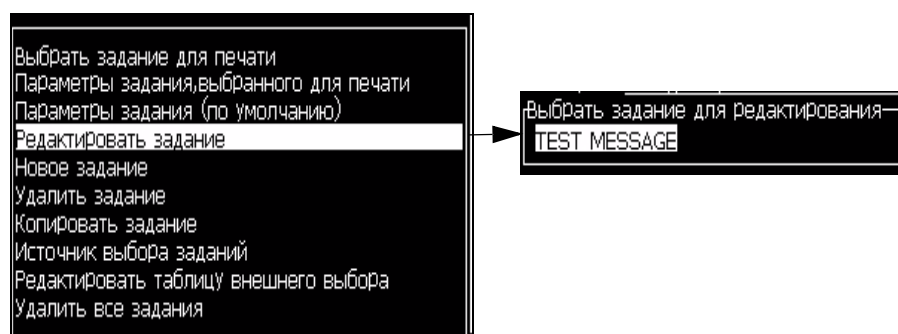

Рисунок 5-51: Опция “Edit Message” (редактировать сообщение)
- 2 Выберите опцию “Edit Message” (редактировать сообщение). Появится диалоговое окно “Select Message To Edit” (выбор сообщения для редактирования). Смотрите Рисунок 5-51.